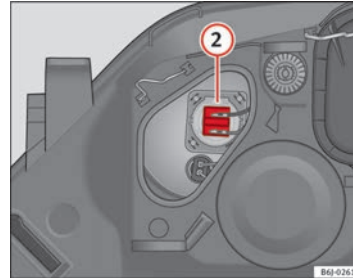

Abb. 151 Fernlicht
- Ziehen Sie den Stecker ⇒ **Abb. 151** **②** nach außen ab.